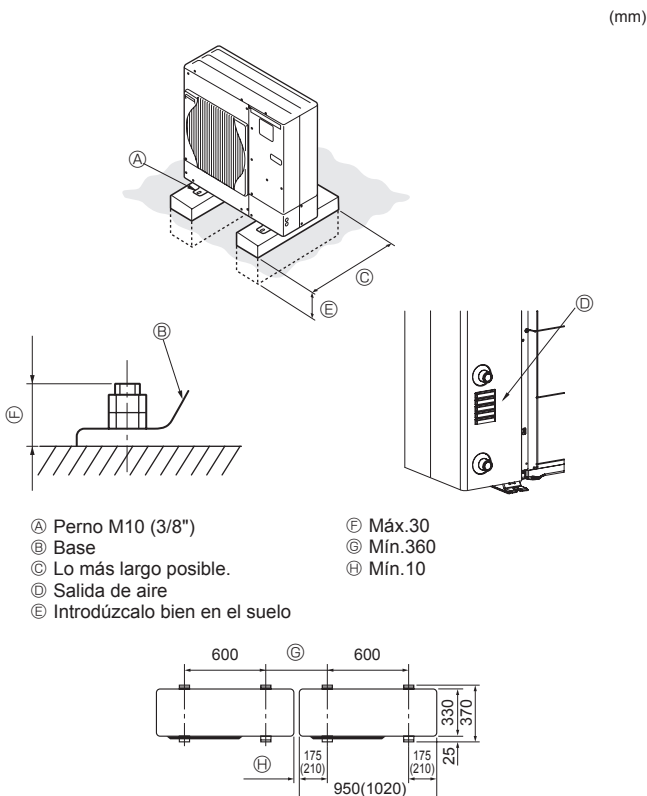

Fig. 3-1
- Cértese de instalar la unidad en una superficie robusta y nivelada para evitar los ruidos de traqueteo durante la operación. (Fig. 3-1)